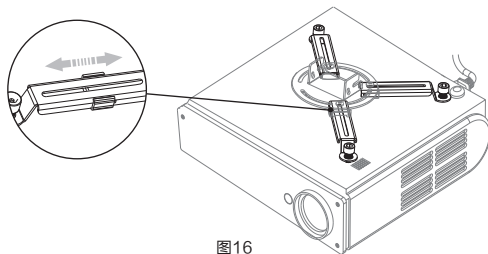

图16
- 2、如果为三个安装孔,需要先把四个安装臂(4-3)从安装支架拆下。首先把三个安装臂(4-3)装到投影机,尽量把安装底盘(4-6)保持在投影机的中心位置,通过调整滑动安装部件(4-5)的位置将安装臂(4-3)连接安装底盘(4-6)如图16。